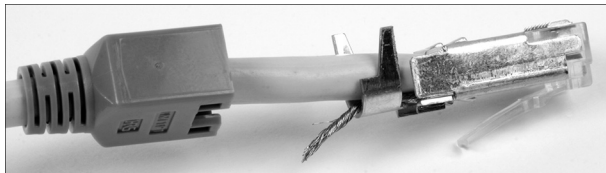
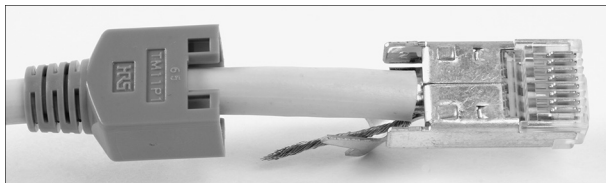

Abbildung 2.21 Crimpfertiger Stecker; das Schirmgeflecht liegt in der Schirmungsaufnahme.
Abbildung 2.22 Crimpfertiger Stecker, Ansicht von unten
8. Richten Sie die verdrehte Schirmung so aus, dass sie zur Steckerseite zeigt. Die Steckerseite erkennen Sie daran, dass sich hier die Rastnase befindet. Bringen Sie die Schirmung in die hierfür vorgesehene Aufnahme (Abbildung 2.21). Damit ist der Stecker bereit zum Crimpen (Abbildung 2.22).